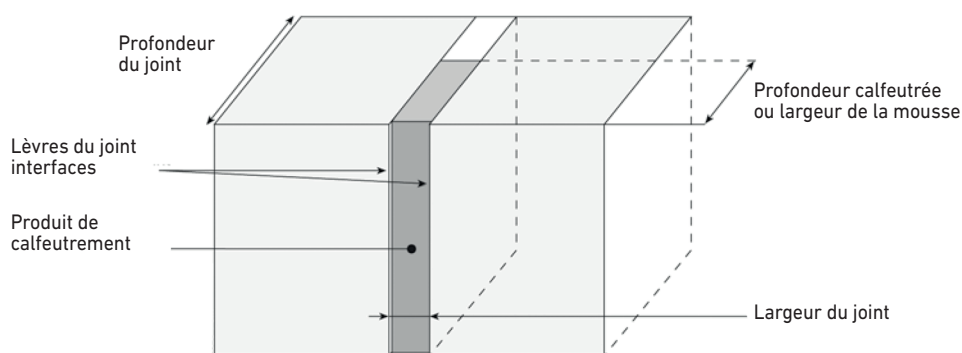

Figure 1 : Terminologie relative aux joints
- Calfeutré à l'aide de mousse imprégnée susceptible de prévenir la pénétration de l'eau ou de l'air, dans la limite des mouvements relatifs prévisibles (voir figure 1)